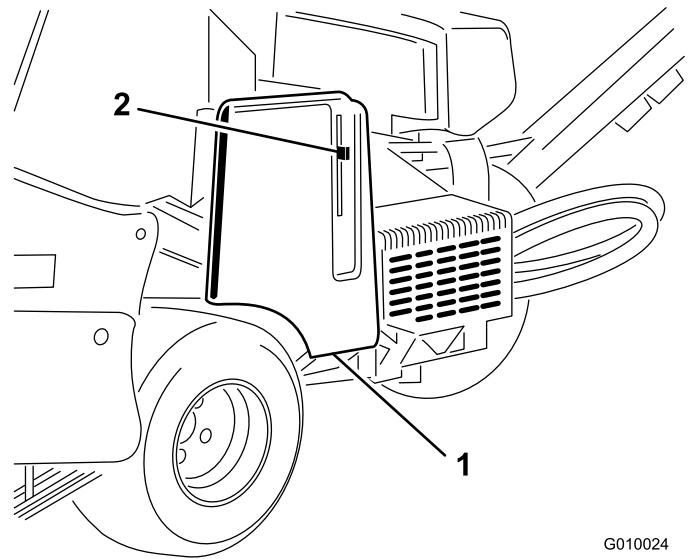
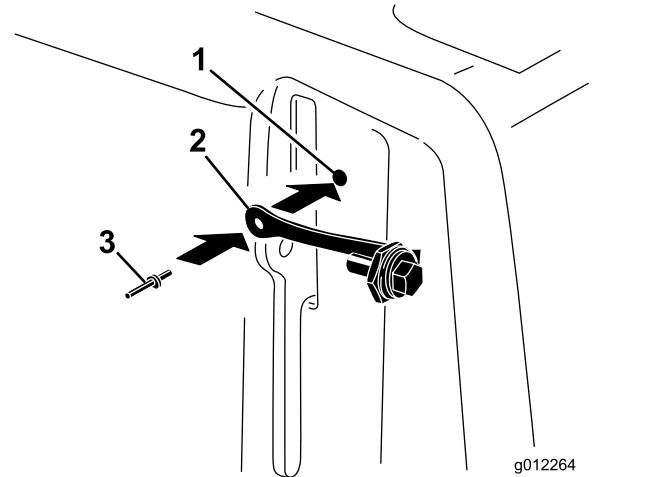

Figure 8
Figure 9
2. Fixez la patte de retenue dans le trou du protège-courroie à l'aide d'un rivet aveugle (Figure 9).
1. Localisez le trou dans le protège-courroie, près du levier de verrouillage (Figure 8 et Figure 9).